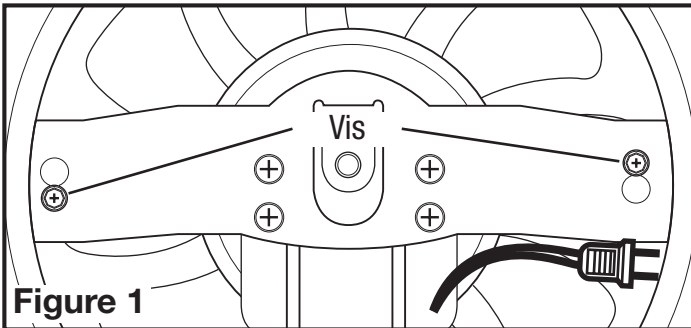

Figure 1
1. Reinstall the fan's motor bracket by sliding in place and tightening the screws. Rotate the blower wheel by hand to ensure it spins freely. Now plug the fan motor into the receptacle (Figure 1).
2. Enlever l'assemblage de support du moteur du châssis du ventilateur en desserrant les deux vis qui tiennent en place le support (**Figure 1**).
1. Réinstaller le support du moteur du ventilateur en le glissant en place et en serrant les vis. Faire tourner la roue de soufflante à la main pour vous assurer qu'elle tourne librement. Maintenant, brancher le moteur dans le réceptacle (Figure 1).